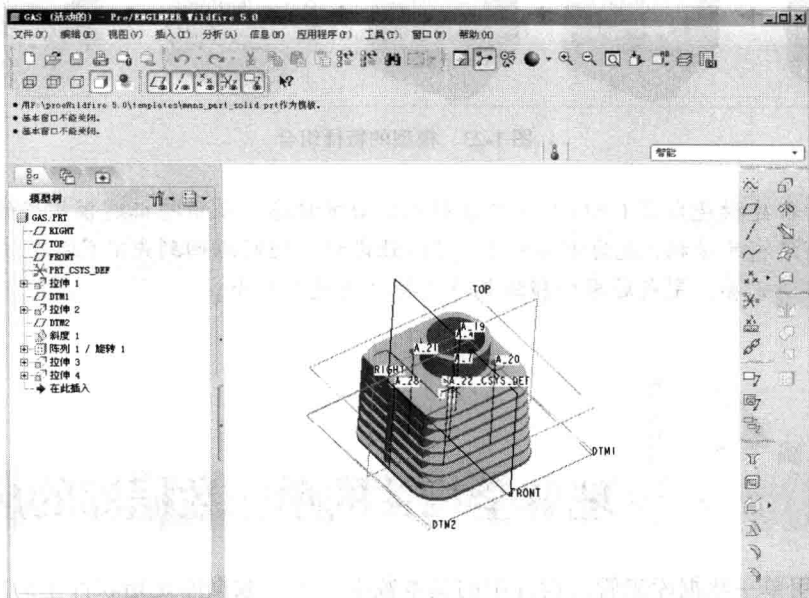

图 1-21 模型及模型树
3. 从左侧的模型树窗口中查看模型的特征构成，可见该模型上依次创建了一组拉伸特征、斜度特征以及阵列特征，如图 1-21 所示。